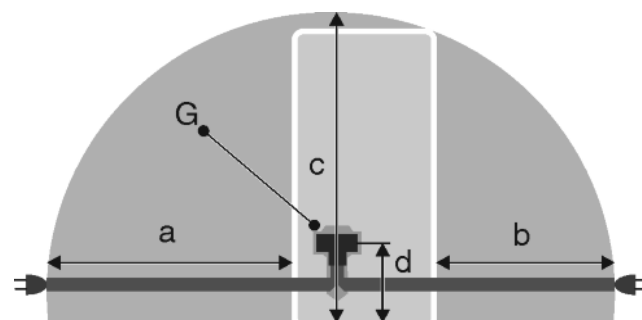

Fig. 24
- Steckdose liegt außerhalb des Geräterückseitenbereichs im gegebenen Bereich *Fig. 24 (a, b, c)*.
- ▶ Gerätestecker *Fig. 24 (G)* auf der Rückseite des Gerätes einstecken. Auf richtiges Einrasten achten.